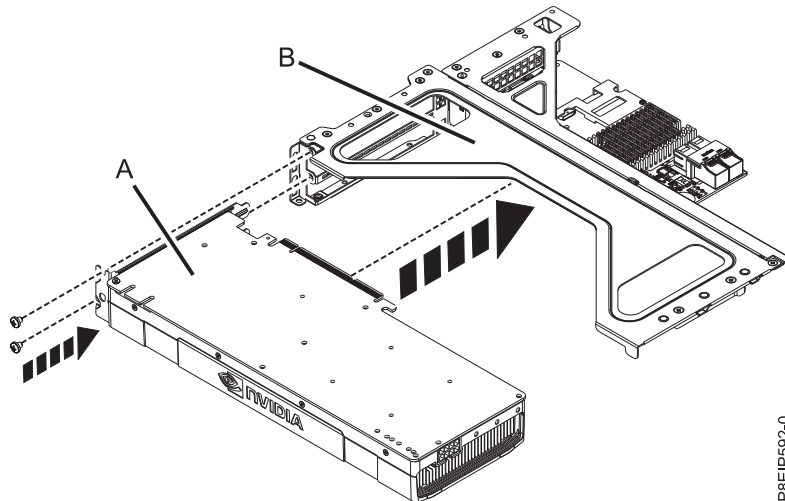

図 25. ライザーへの GPU の挿入
2. GPU (A) のプラグを PCIe アダプター・ライザー (B) に差し込みます (図 25 を参照)。GPU テーブル・ストックを、必要に応じて 1 本または 2 本のねじで固定します。